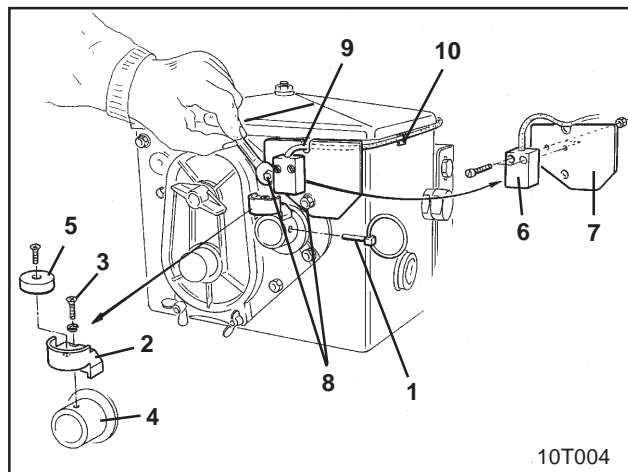

Fig. 6.2
- Klapstekker (fig.6.2/1, verbinding Roeras met de aandrijving) verwijderen
- Magneethouder (Fig.6.2/2) met Snijbout M4x10 (fig.6.2/3) en Veerring aan de Aandrijf-as-holte (fig.6.2/4) aanschroeven.
- Magneet (fig.6.2/5) met een Snijbout M4x10 aan Magneethouder monteren.
- Sensor (fig.6.2/6) aan Sensorhouder (fig.6.2/7) monteren.
- Sensorhouder (fig.6.2/7) met twee moeren (fig.6.2/8) aan aandrijving vastschroeven.
- Sensorkabel (fig.6.2/9) naar Tractorkabine aanleggen.
- Kabel aan de Zaaimachine met kleefplaten (fig. 6.2/10) en Kabelbinders bevestigen. De kleefvlakten moeten Vervrij en schoon zijn.
- De Klapstekker (fig.6.2/1) in de holle-aandrijf-as steken.